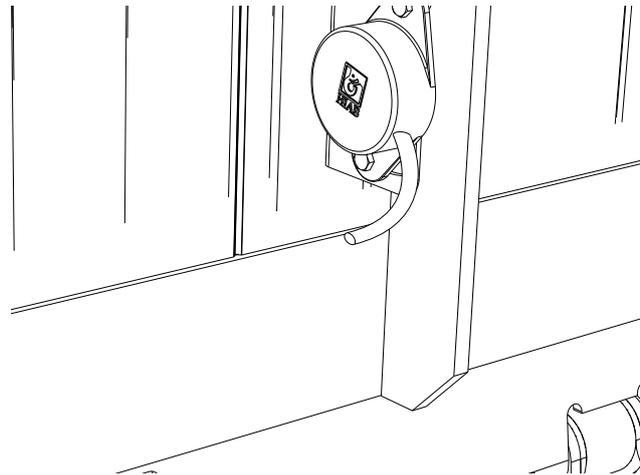

Abbildung 17. Montierter Winkelsensor
3. Montieren Sie den Winkelsensor mit den mitgelieferten Schrauben mit dem Anschlusskabel schräg nach unten zur Halterung, siehe Abbildung 17.